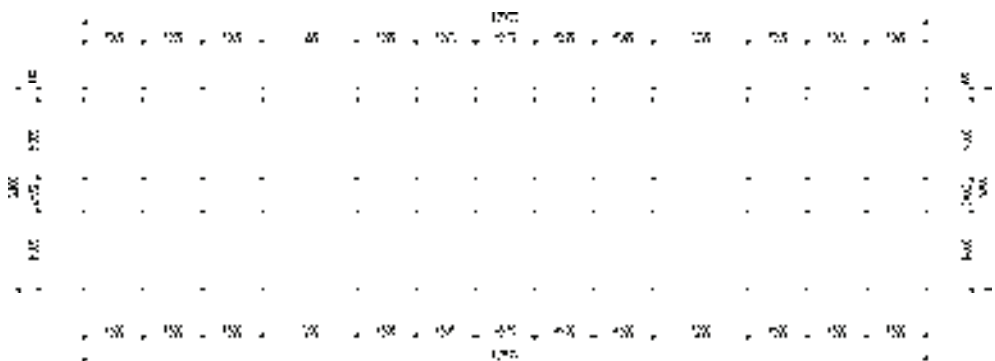

图 15-2 绘制轴网
2) 根据命令行的提示点取轴网的插入点，绘制轴网的结果如图 15-2 所示。